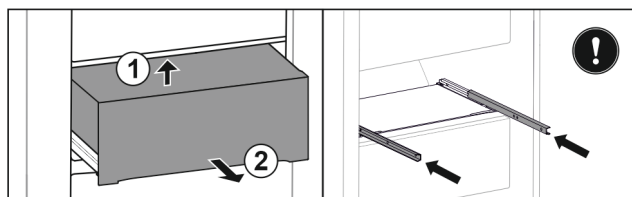

Fig. 35*
- ▶ Повдигнете отдолу отзад Fig. 35 (1).*
- ▶ Извадете напред Fig. 35 (2).*